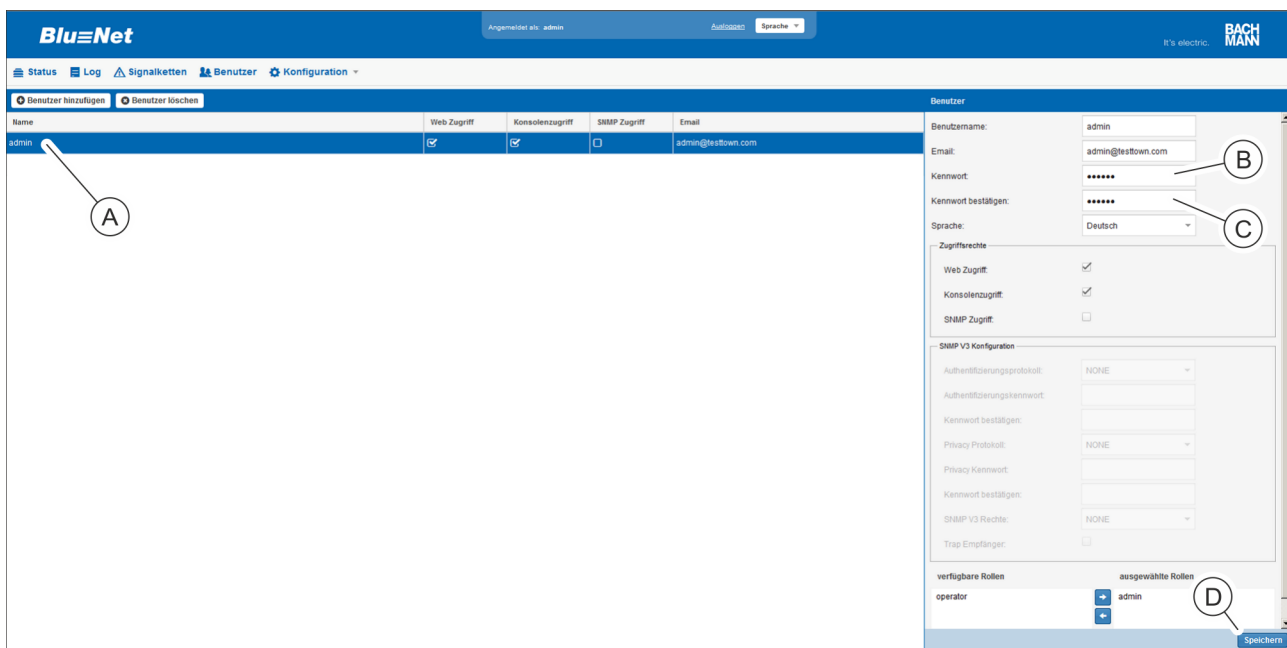

Abb. 90: Menü "Benutzer"
3. ➤ Im Menü "Benutzer" den gewünschten Benutzer auswählen (Abb. 90/Ⓐ)
4. ➤ In der Detailansicht für den angemeldeten Benutzer ein neues Kennwort eingeben (Abb. 90/Ⓑ) und noch einmal bestätigen (Abb. 90/Ⓒ).
5. ➤ Über die Schaltfläche „Speichern“ (Abb. 90/Ⓓ) die Passwortänderung bestätigen.